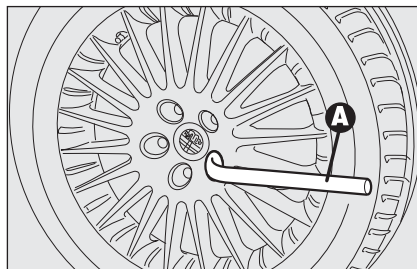

fig. 5
- ☐ utilizzando la chiave in dotazione **A-fig. 5** allentare di circa un giro i bulloni di fissaggio; per vetture dotate di cerchi in lega, scuotere la vettura per facilitare il distacco del cerchio dal mozzo della ruota;